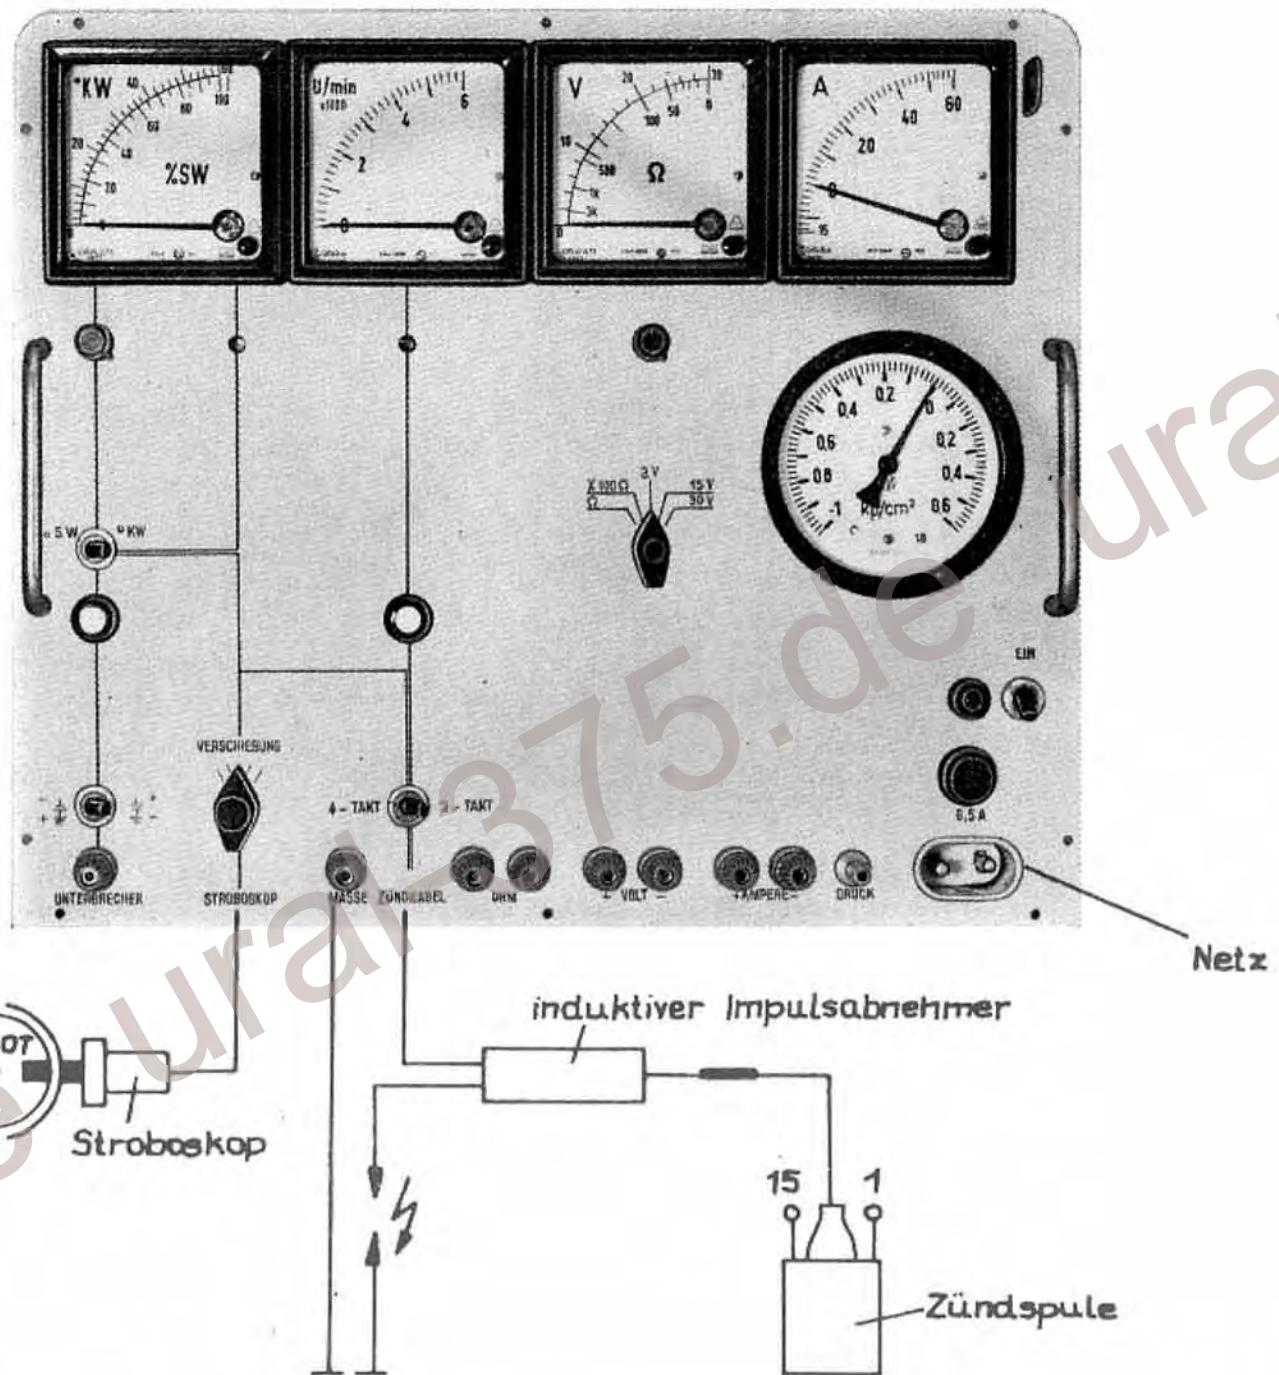

Abb. 6
- Schaltungsaufbau gemäß Abb. 6
- Umschalter (22) auf 2Takt bzw. 4Takt
- Umschalter (20) auf  ${}^{\circ}$  KW